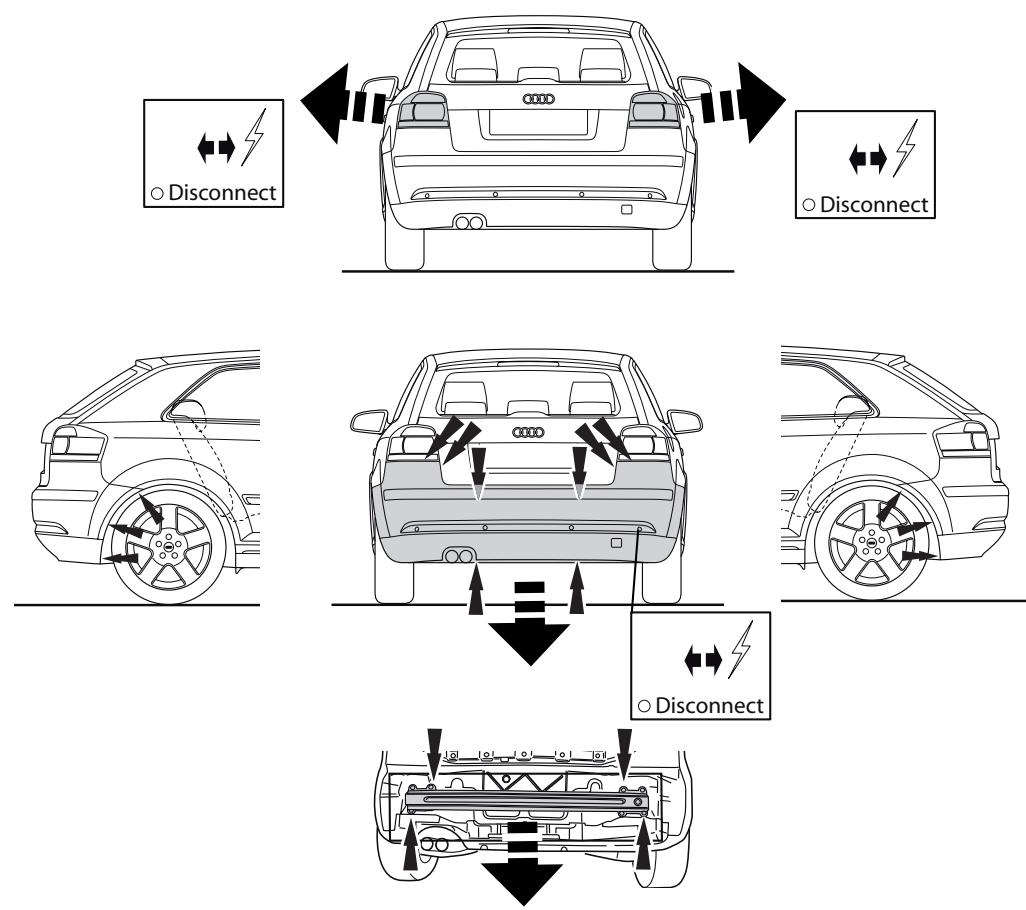

Fig. 1
2.Remove the bumper. See figure 1.
1.Remove the rear-light units. See figure 1.
1. Die Rücklichter abmontieren. Siehe Abbildung 1.
2. Die Stoßstange abmontieren. Siehe Abbildung 1.
1. Démonter les feux arrière. Voir la figure 1.
2. Démonter le pare-chocs. Voir la figure 1.